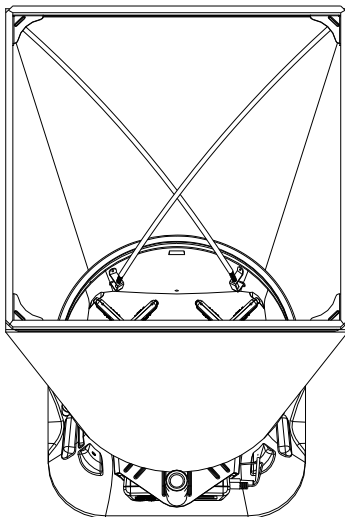

Abbildung 16: Anbringen der Stützstangen
3. Nehmen Sie die Stützstange und biegen Sie sie ein wenig, so dass Sie das obere Ende in den Ring auf der gegenüberliegenden Seite des Stoffrahmens einführen können. Die Stangen sind kreuzweise im Rahmen angeordnet, siehe Abbildung 16.